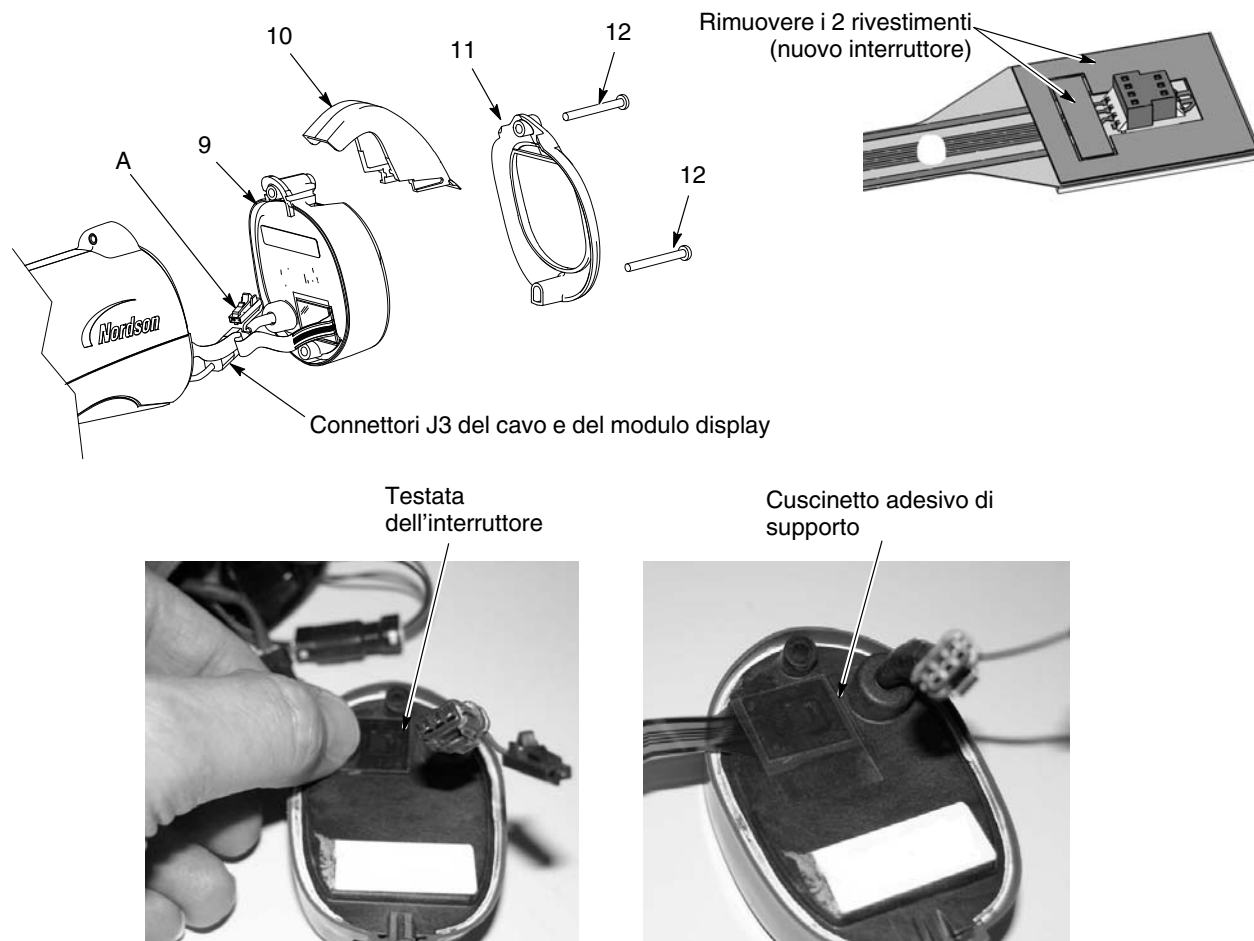

Figura 6-2 Sostituzione del modulo display
1. Sul modulo display (9) pulire accuratamente con alcol isopropilico la superficie di montaggio della testata dell'interruttore del grilletto e l'area circostante. Far asciugare completamente la superficie prima di procedere.
2. Se si sta installando un nuovo interruttore del grilletto, rimuovere i due rivestimenti dal lato del connettore sulla testata dell'interruttore del grilletto, come illustrato nella figura 6-2.
5. Collegare tra loro i connettori J3 del cavo e del modulo display. Il connettore del filo di terra (A) non viene usato per questa versione della pistola.
7. Inserire il gancio (10) sul modulo display, poi installare la cornice (11).
8. Inserire e stringere le viti (12).
4. Vedi figura 6-2. Montare il modulo display come descritto in *Installazione del modulo display* a pagina 6-2.
5. Installare il gruppo elettrodo (3) nell'estremità del tubo di uscita sul davanti del corpo pistola. Assicurarsi che l'elettrodo del filo non sia piegato o rotto.
6. Montare l'ugello (2) sul gruppo elettrodo, assicurandosi che le chiavi del gruppo elettrodo si infilino nelle scanalature dell'ugello.
7. Montare il dado dell'ugello (1) sull'ugello e girarlo in senso orario per fissarlo.